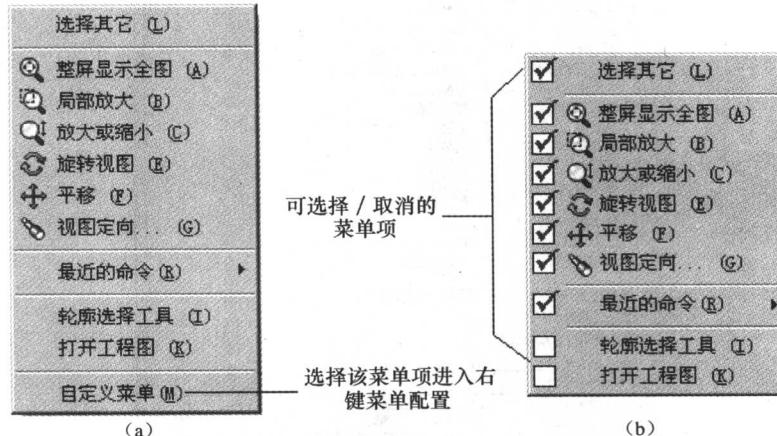

图 1-6 右键菜单配置
- 在视图区单击鼠标右键弹出菜单，选择【自定义菜单】进入菜单编辑模式，如图 1-6 (a) 所示。
- 根据需要选择/取消菜单项，如图 1-6 (b) 所示，其中打勾的菜单项表示将在弹出右键菜单中显示。